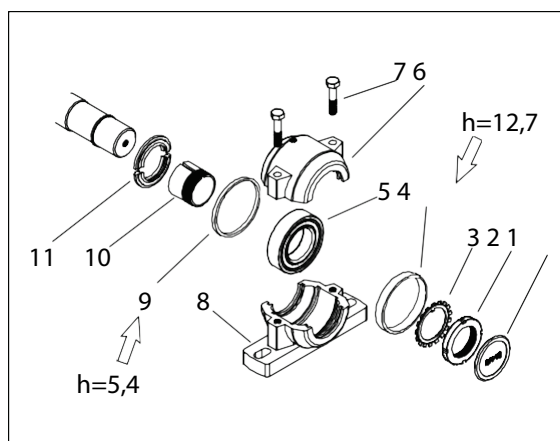

Fig. 7a. Rolamento, lado de alimentação
2. Remova os parafusos de aperto M10 (7) e os revestimentos do rolamento superior (6).
5. Dobre a garra do anel de segurança (3) para fora do entalhe na porca do eixo e abra a porca do eixo.
6. Remova a porca do eixo, o anel de segurança, o anel espaçador (4), o rolamento (5), o anel espaçador (9) e o cone de aperto (10).
7. Instale o cone de aperto, o anel espaçador (9) e o rolamento no eixo do disco. Tenha em conta a espessura do anel espaçador (9) - consultar a Fig. 7a.
11. Dobre uma garra do anel de segurança (3) em um entalhe da porca do eixo.
12. Instale a outra metade da tampa de pó e a placa de extremidade do revestimento de rolamento. Instale o anel espaçador (4) no eixo.
1. Abra o revestimento do rolamento superior - consultar o esquema de montagem de revestimento, (fig. 7a). Remova o lubrificante antigo o mais cuidadosamente possível e substitua-o por um novo. Não encha o revestimento de rolamento com lubrificante.